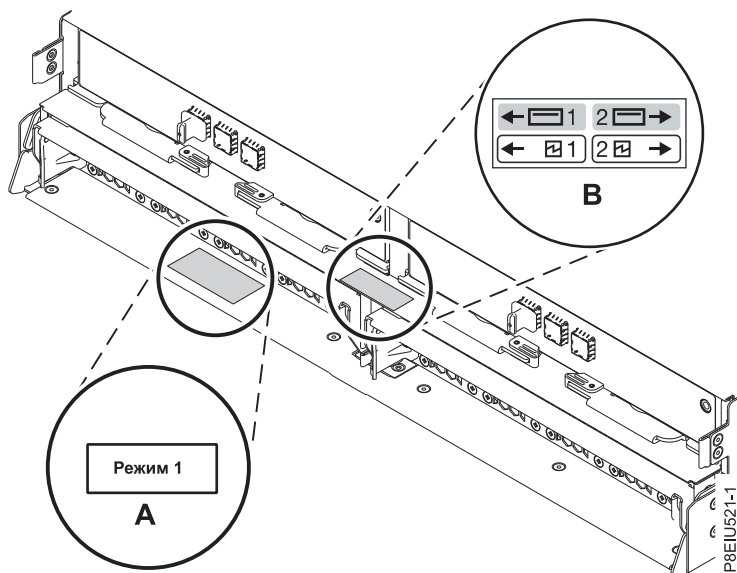

Рисунок 12. Расположения этикеток сзади Корпус хранения данных 5147-024,ESLL или ESLS
2. Проверьте заводской режим работы корпуса с учетом информации на этикетках, которые расположены слева на нижней полке шасси (A) и по центру между модулями ESM (B). На этикетках указан один из следующих режимов работы корпуса: 1, 2 или 4. Дополнительная информация приведена в разделе рис. 12 на стр. 13.